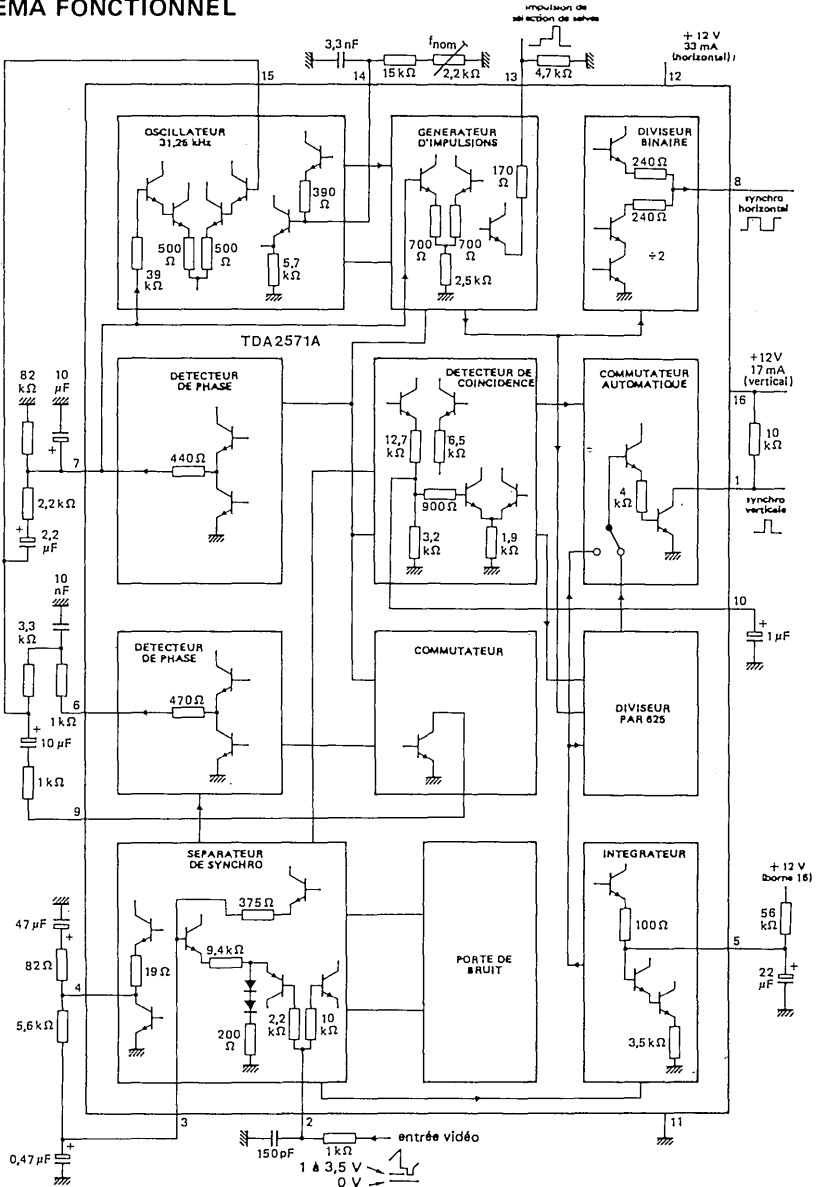

Fig. 1
**CARACTERISTIQUES** à  $V_{12-11} = 12\text{ V}$  ;  $V_{16-11} = 12\text{ V}$  ;  $T_{amb} = 25\text{ °C}$  ; mesurées sur le le circuit de la page 2 (Fig. 1)